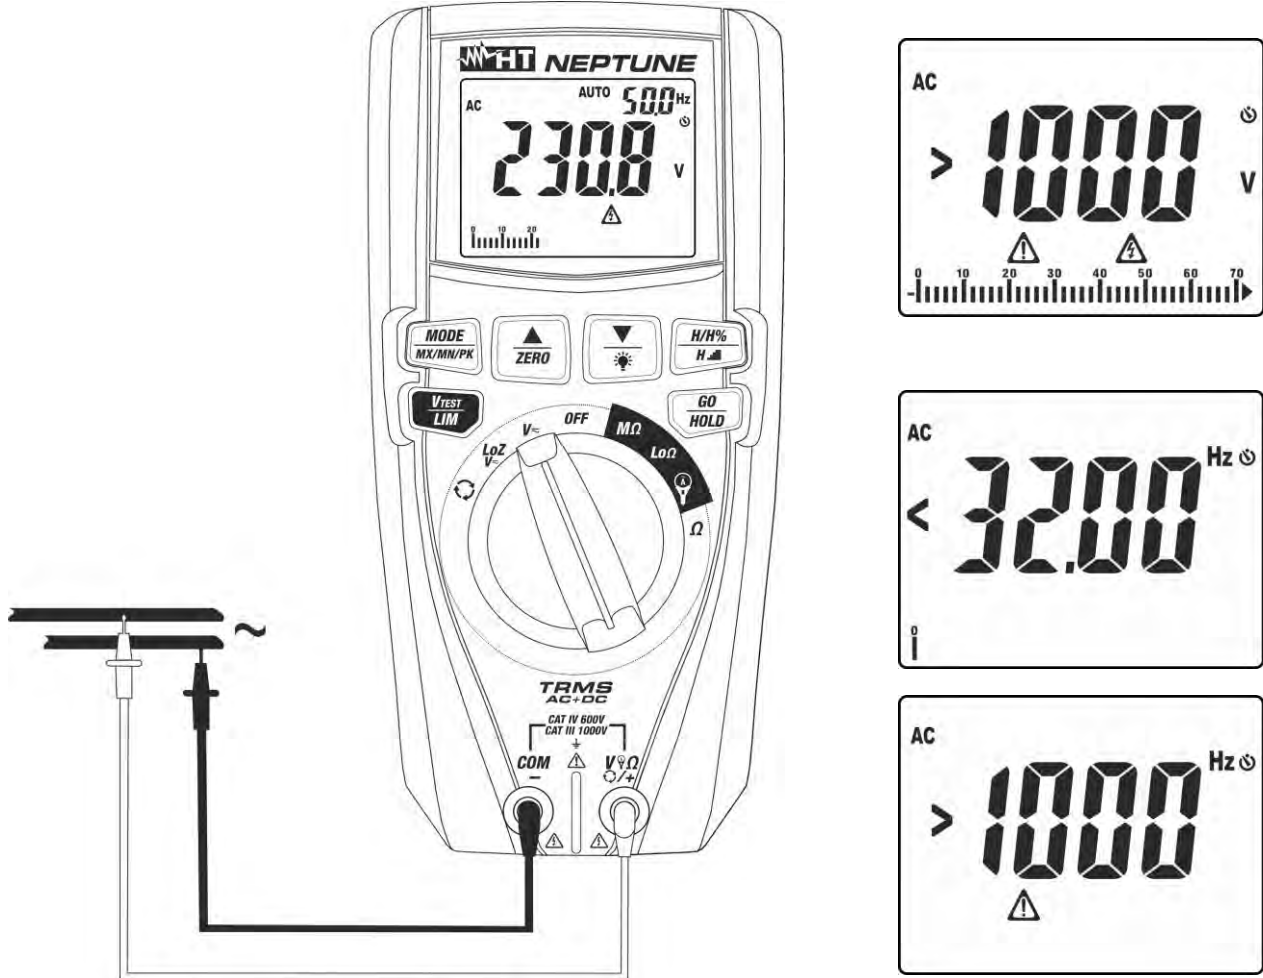

Abb. 7: Verwendung des Gerätes für Wechselspannungsmessung
4. Verbinden Sie die rote Messleitung und die schwarze Messleitung mit den gewünschten Messpunkten des zu messenden Kreises (siehe Abb. 7). Der Spannungswert erscheint auf dem Display. Rechts auf der Oberseite des Displays wird der Wert der Frequenz der Spannung angezeigt. Drücken Sie die Taste **MODE/MX/MN/PK** zur Anzeige des Werts der Frequenz mit besserer Auflösung.
5. Wenn im Display die Meldung ">1000V" erscheint (siehe Abb. 7), ist der höchste messbare Wert erreicht worden.
6. Wenn im Display die Meldungen "<32Hz" oder ">1000Hz" (siehe Abb. 7) erscheinen, liegt der Wert der Frequenz außerhalb des Messbereiches 32Hz ÷ 1000Hz.